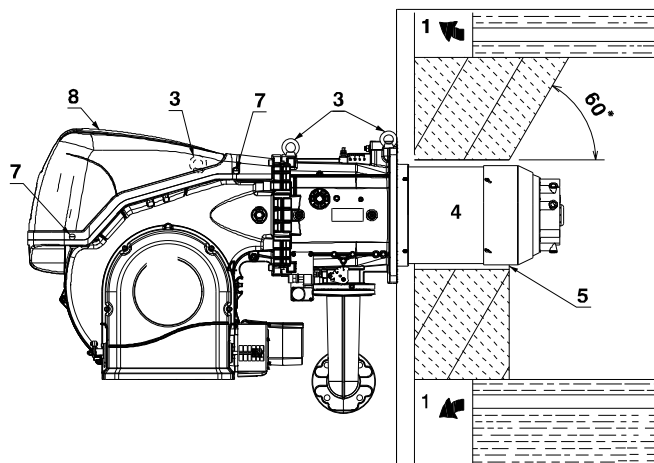

图 15
带前烟道 1) (图 15) 或中心回焰式炉膛的锅炉, 其使用耐火材料制成的保护性炉补 5) 必须装于锅炉炉补 2) 和燃烧筒 4) 之间。
对于带水冷前板的锅炉, 则不需要耐火材料制成的炉补 2)-5) (图 15), 除非锅炉制造商另有要求。
拆掉保护罩 8) 上的固定螺丝 7), 使用吊环 3) (图 15)。
- 将随附的隔热垫安装到燃烧筒 4) (图 15) 上。